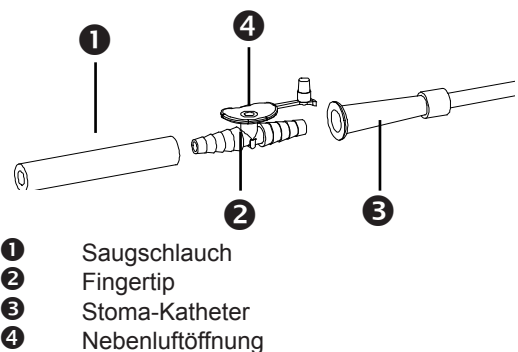

Bild 6.
- Steuern Sie den Absaugvorgang mit der Nebenluftöffnung (Seite 8, Bild 6, (4)) am Fingertip.